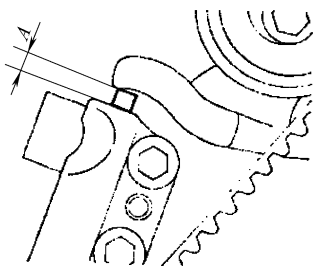

图 9-12 检查张紧器间隙
19) 曲轴顺时针方向旋转两周等待 5min，然后检测间隙 A (张紧器臂和自动张紧器距离)。如果超过规范，重复步骤 14) 至步骤 18)，如图 9-12 所示。